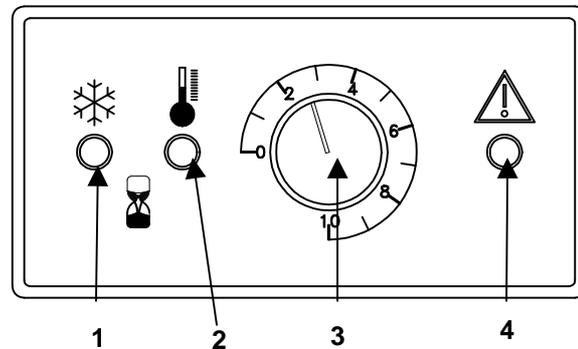

fig.6
- Premere verso il basso il piano basculante utilizzando la manopola (n°6 fig. 1) fino a provocarne la chiusura e l'inizio del tempo di saldatura impostato, che sarà evidenziato dall'accensione del led di saldatura (n°2 fig. 6).
- Quando il led di saldatura (n°2 fig. 6) si spegnerà, si accenderà automaticamente il led di raffreddamento (n°1 fig. 6) e le barre verranno mantenute in pressione per il tempo necessario per un corretto consolidamento della saldatura.
- BUSTE PIANE: manopola potenziometro (n°3 fig. 6) in posizione 8/10
- BUSTE A SOFFIETTO: manopola potenziometro (n°3 fig. 6) in posizione 8/10
- BUSTE PIANE: manopola potenziometro (n°3 fig. 6) in posizione 6/7
- BUSTE A SOFFIETTO: manopola potenziometro (n°3 fig. 6) in posizione 7/9
Nel caso di guasto al controllo elettronico del riscaldamento, interviene il sistema di allarme che attiva l'accensione del led a luce rossa (n°4 fig. 6) , interrompendo l'alimentazione della resistenza.